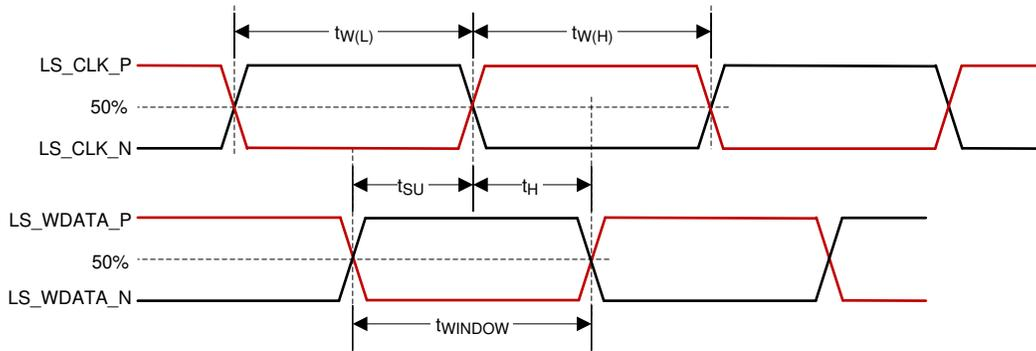

図 5-5. LSIF のタイミング要件
- (3) LSIF のパルス持続時間の High 時間および Low 時間については、図 5-5 を参照します。
- (4) LSIF のセットアップ時間およびホールド時間については、図 5-5 を参照します。